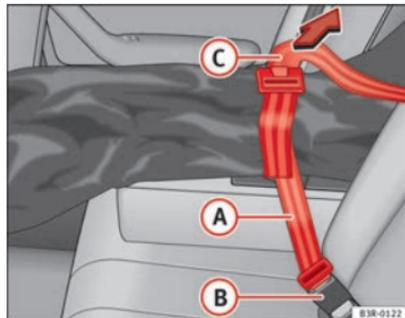

Fig. 117 Modo de asegurar el saco para objetos alargados en el cierre del cinturón de seguridad central del asiento trasero
- Introduzca el cinturón (A) ⇒ fig. 117 del saco en el cierre del cinturón central (B).
- Tense el cinturón por su extremo libre (C).